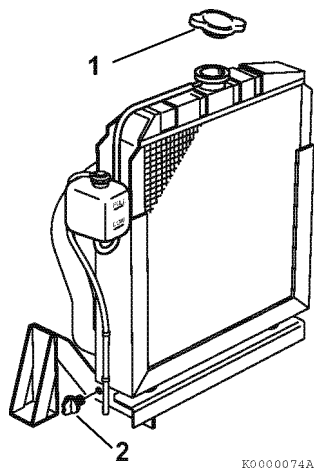

Рисунок 23
2. Снимите крышку радиатора (**Рисунок 23, (1)**).
3. Извлеките сливную пробку или откройте сливной краник (**Рисунок 23, (2)**) внизу радиатора и слейте охлаждающую жидкость.